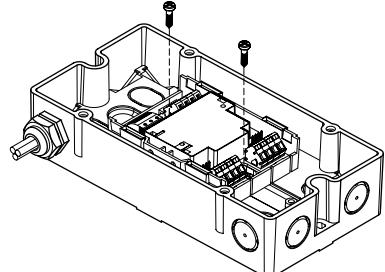

Fig. 3
- in FDCH221 housing (Fig. 3)
5. Use two M3 x 12 screws to fit the module in the housing (Fig. 3).
- Im Gehäuse FDCH221 (Fig. 3)
5. Montieren Sie den Baustein mit zwei Schrauben M3 x 12 im Gehäuse (Fig. 3).